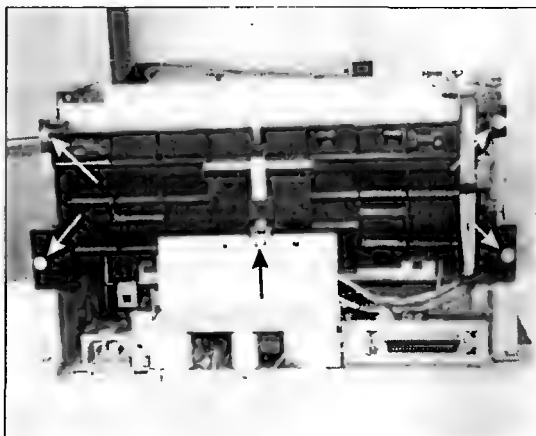

Рис. 5.15
- Откручивают 5 оставшихся винтов, расположенных на задней стенке принтера (на рис. 5.15 винты показаны стрелками). Открывают фиксирующий ключ, расположенный сзади принтера на черной раме и снимают сепаратор отделения листа.